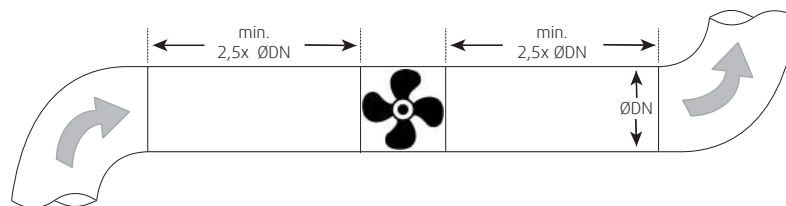

Bild 1 Gerade Kanäle
- ◆ Ein gleichmäßiger und konstanter Luftstrom zum Gerät ist sicherzustellen. Eine freie Fortluft ist sicherzustellen. Siehe Bild 1 *Gerade Kanäle*, Seite 34.